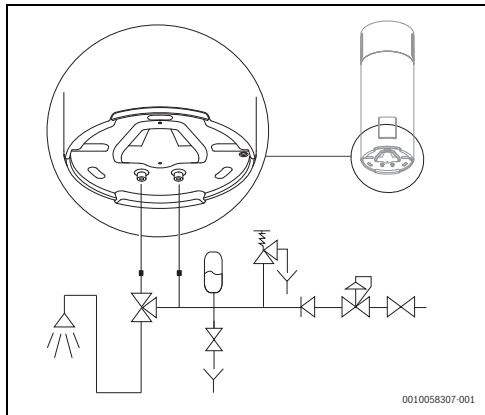

Fig. 20 Ligações de alimentação da água
É obrigatório que o instalador do sistema instale uma válvula de segurança de 8 bar no tubo de alimentação de água fria (Fig. 20).
O escoamento, ligado à válvula de segurança, deve ser instalado numa inclinação descendente. Deve também ser instalado num local onde esteja protegido contra a formação de gelo (Fig. 20).
Nunca feche a válvula de corte de água durante o funcionamento. (→fig. 20, pág. 22).
- ▶ Instalar um vaso de expansão1) (→fig. 20) para evitar que a abertura da válvula de segurança seja tão frequente.